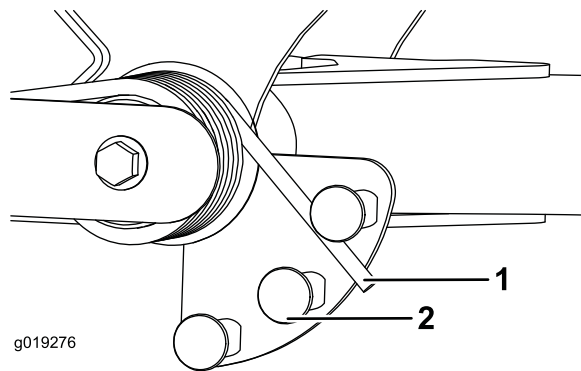

図 41
2. スプリングの長い方の端部にチューブのようなものを取り付けて、スプリングアクチュエータの周囲に巻きつけるようにして希望位置にセットする（図 41）。